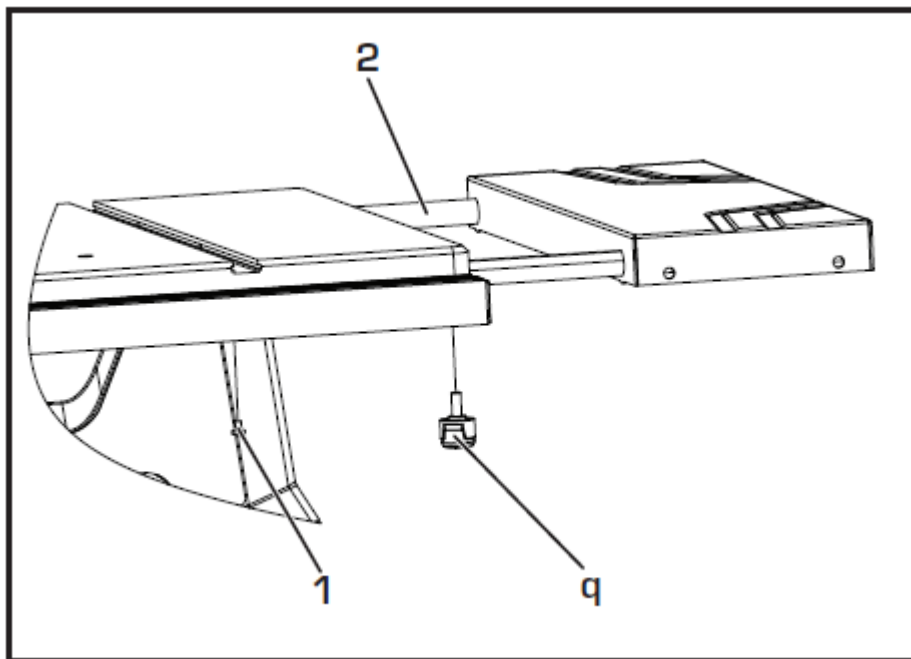
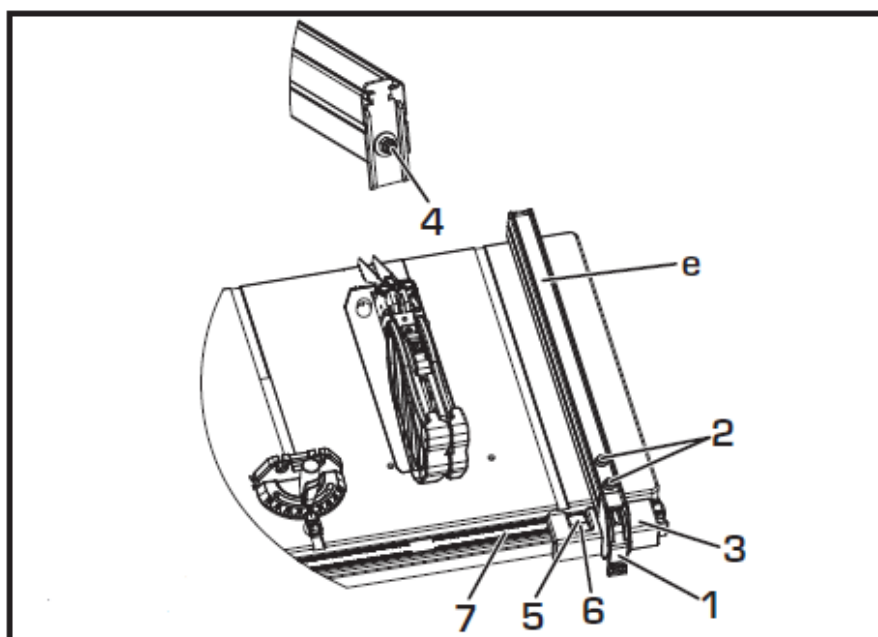
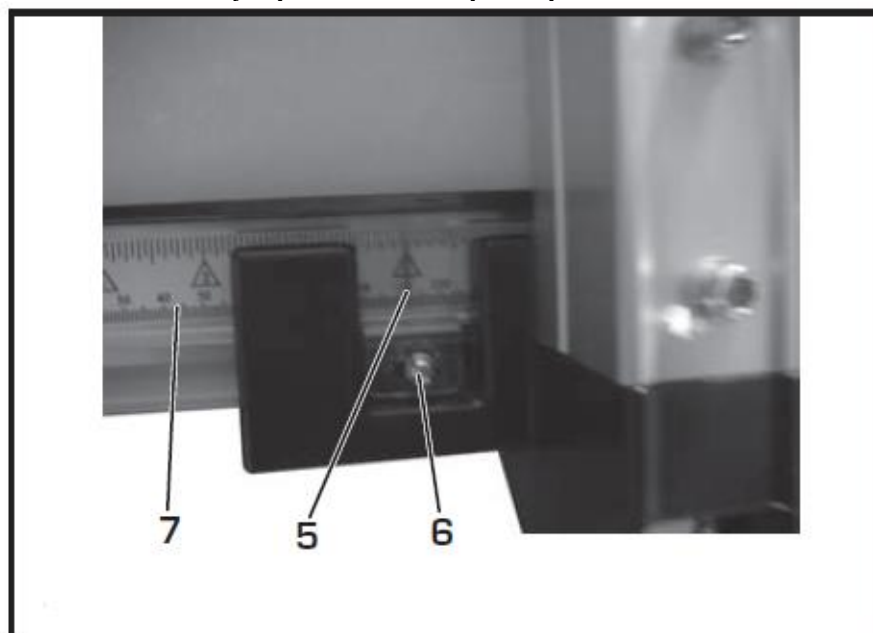

Рис. 17 Установка удлинителей стола
Рис. 18 Регулировка индикатора направляющей линейки
Рис. 19 Измерительная шкала
1. Вставьте монтажные трубы удлинителя стола (2) в два соответствующих отверстия. Рис. 17
4. Вверните стопорный винт (1) в отверстие удлинительной трубы (2).
### 7.7.1. Регулировка индикатора направляющей линейки (Рис. 18-Рис. 19)
Регулировка ограничительных упоров 90° и 45° (Рис. 17-Рис. 18).